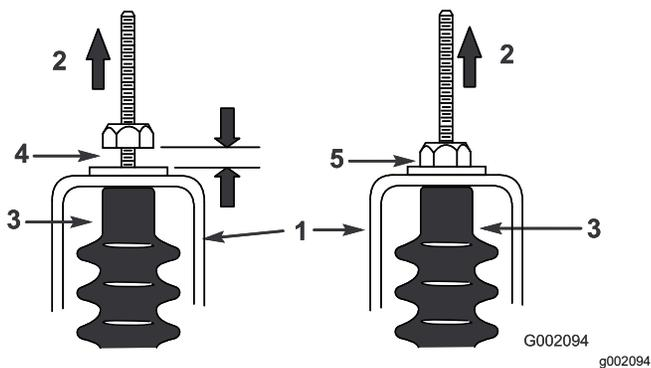

Рисунок 47
- Потяните вверх каждый трос переключения передач, чтобы убедиться в наличии зазора от 0,76 до 1,52 мм между гайкой/шайбой и кронштейном нейтрали (Рисунок 47).